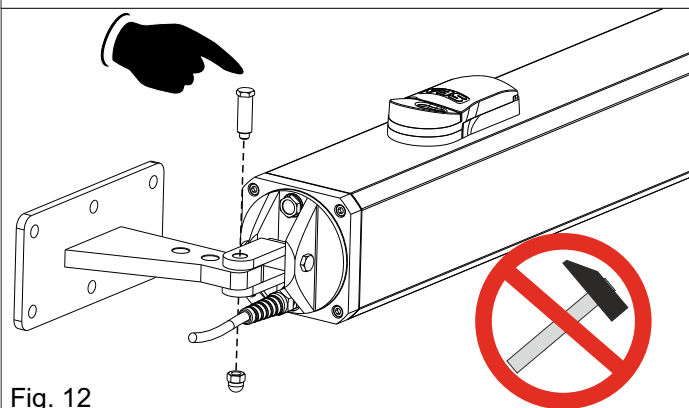

Fig. 12
- Positionner la fourche oscillante de l'opérateur sur le support comme indiqué en Fig. 12;
- Insérez le pivot court entre fourche et support en utilisant uniquement la pression manuelle (Fig. 12)
- Fixez le pivot avec son l'écrou (Fig. 12)